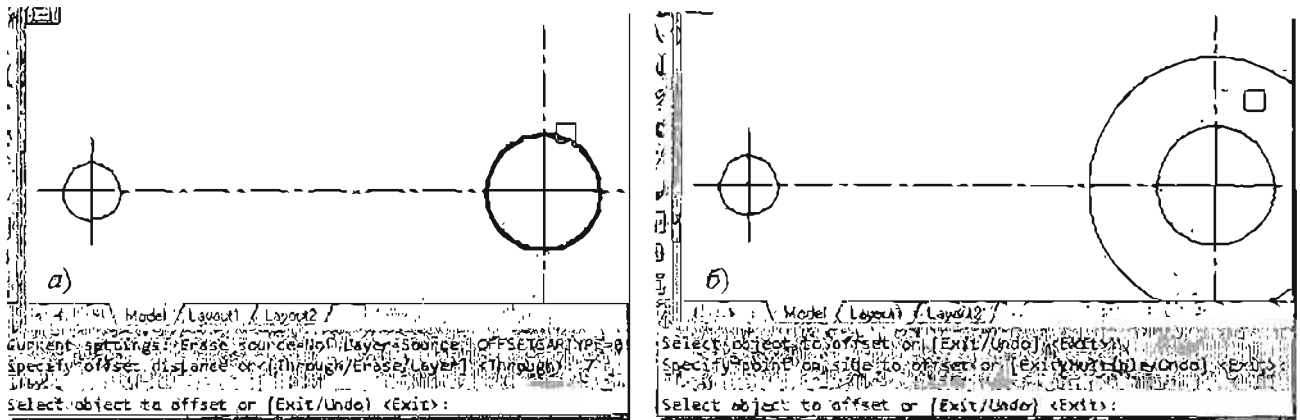
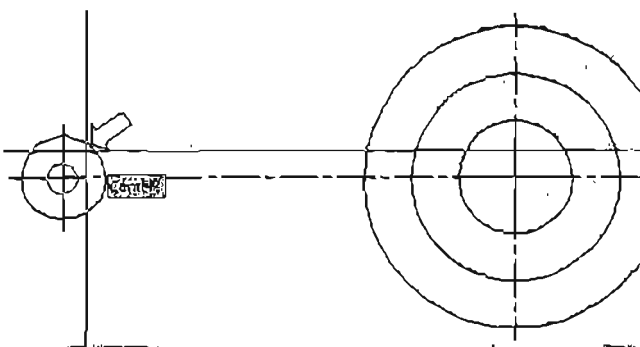
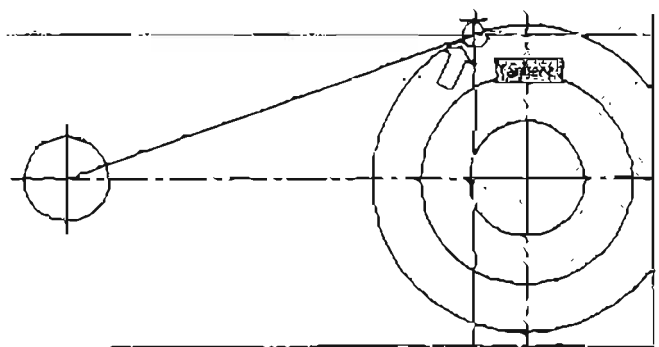

Рис. 3.55. Построение концентрических окружностей командой Offset (Смещение)
Рис. 3.56. Указание первой точки отрезка
Рис. 3.57. Указание второй точки отрезка
Вычерчивание осевых линий выполняется с вычерчиванием осевых линий. На объектном меню выбора стандартной команды **Line** (Отрезок) в режиме **ORTHO** (см. рис. 2-3-4), настроены осевые линии (см. рис. 3-55). Осевые линии имеют свойство **назначение** (рис. 3-56) и редактируются с помощью команды **линии**.
Чтобы вычеркнуть окружности, необходимо установить типовой тип осевых линий в предыдущем состоянии, а также установить инструменты **Properties** в результате выполнения предыдущих установок (рис. 3-57) (рис. 3-58).
(Выберите объект для подбора или [Выход/Отмена] <Выход>). Нужно выбрать исходный объект (рис. 3.55, а). Выберите любым способом окружность с центром на пересечении осевых линий.
3. Щелкните мышью вне окружности, чтобы указать направление смещения. Появится вторая окружность (рис. 3.55, б), а в командной строке будет выведен запрос на выбор следующего исходного объекта: Select object to offset or [Exit/Undo] <Exit>:
Активизируйте команду  Line (Отрезок). В командной строке появится запрос о введении первой точки отрезка. Укажите произвольную точку на малой окружности. Дождитесь появления маркера привязки Center (Центр) (рис. 3.56) и щелкните левой клавишей мыши. Последует запрос на введение второй точки отрезка. Переместите курсор к одной из концентрических окружностей, дождитесь маркера привязки Tangent (Касательная) (рис. 3.57), проследите за резиновой нитью и, если положение касательной вас устраивает, щелкните левой клавишей мыши. Повторяйте построение в том же порядке до тех пор, пока чертеж не будет соответствовать рис. 3.5.